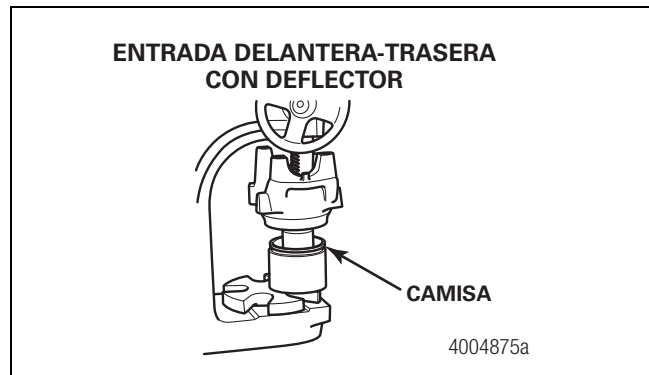

Figura 8
5. Aplique una capa ligera de aceite para ejes en el rodamiento del sello del yugo. Coloque la camisa dentro del instalador de camisas para el yugo de entrada del eje delantero-trasero. No toque las áreas engrasadas de la camisa. La camisa debe mantenerse limpia antes de ser ensamblada en el sello. Utilice una prensa de husillo y el instalador adecuado para instalar la camisa en el yugo. Verifique que la camisa esté asentada completamente en el yugo. Figura 8.